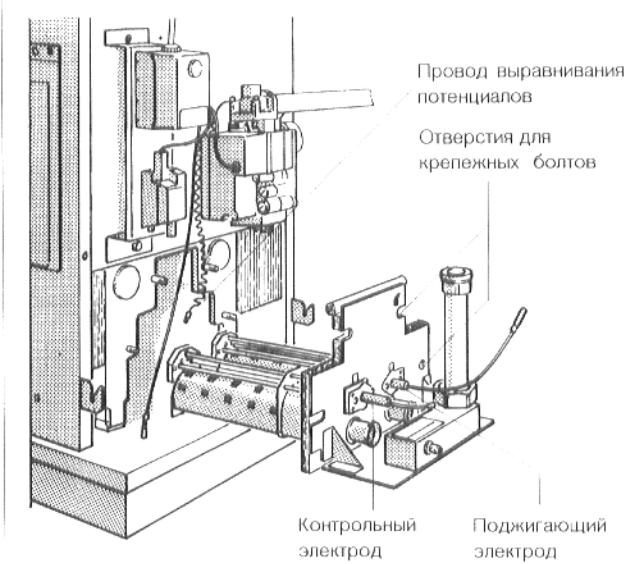

Рис. 21. Демонтаж газовой горелки
- Снять штекерное соединение провода выравнивания потенциалов с щита горелки (рис. 21).
- Отвинтить крепежные болты у щита горелки и вынуть газовую горелку (рис. 21).
- Произвести демонтаж поджигающего электрода и контрольного электрода, вместе с дистанционными деталями, со щита горелки (рис. 21).